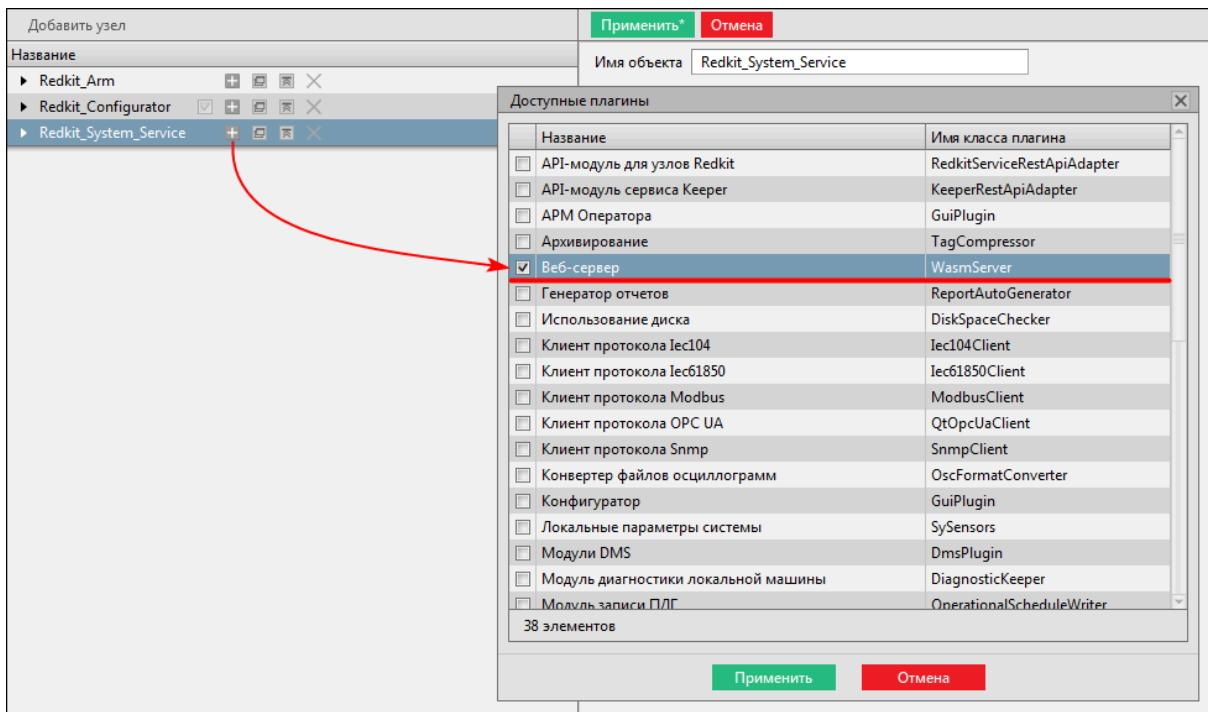

Рисунок 512 - Модуль "Веб-сервер"
4. Узла *Redkit\_System\_Service* нажмите на **+** и выберите модуль **Веб-сервер** (Рисунок 512).